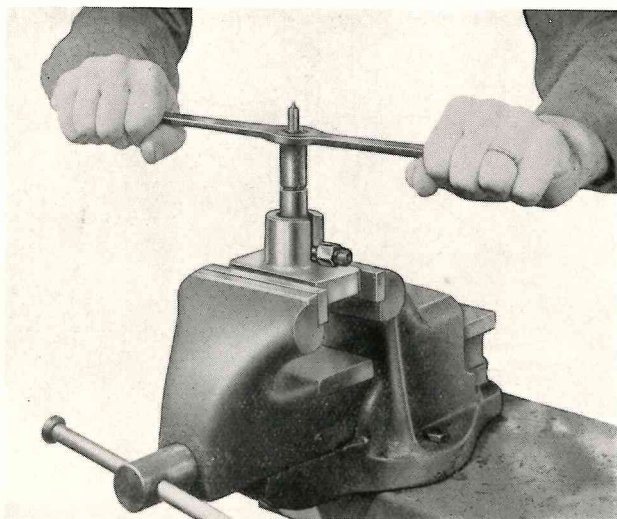

Fig. 88 - Smontaggio di un iniettore.
- disporre l'iniettore nell'attrezzo **A 721023**, bloccato in morsa e, con la chiave **A 721018**, asportare il tappo di raccordo (fig. 88);